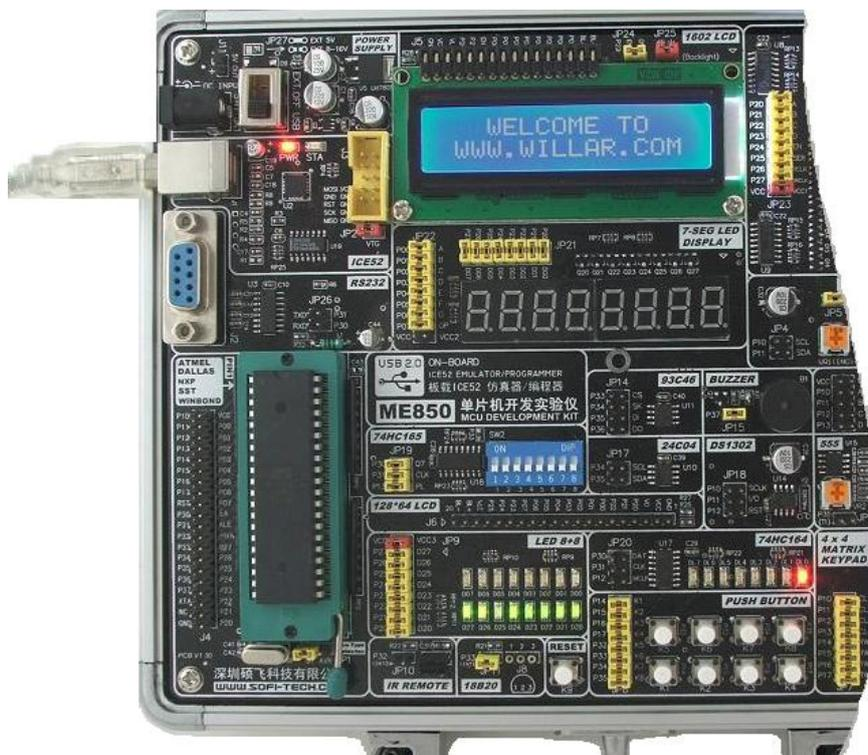

图 4.25 实验芯片放置
3) 将产品附带的 AT89S52 芯片放置到 ME850 的锁紧座上，如图 4.25 所示。芯片缺口朝向串口座的方向，注意不要插反。